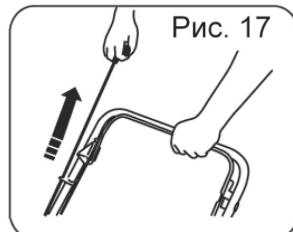

Рис. 17
4. Правой рукой потяните за ручку стартера до ощущимого сопротивления, затем верните ее назад на вытянутую руку и резко дерните за ручку стартера (рис. 17). Двигатель запустится.